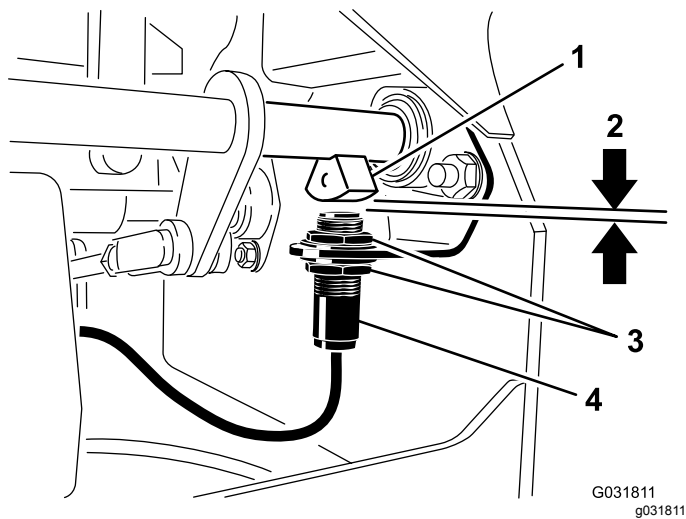

Bild 45
4. Schieben Sie den Schalter an der Halterung nach oben oder unten, bis der Abstand zwischen dem Bremswellensensor und dem Schalterplunger 4 mm beträgt, wie in **Bild 45** abgebildet.